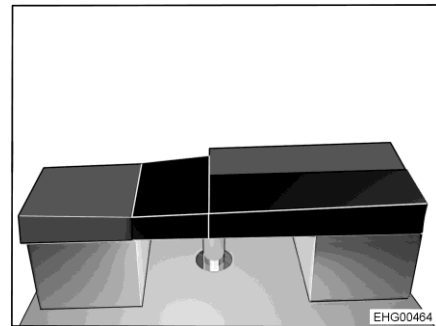

Fig. 167 Después de la transformación
- Colocar el cojín adicional rectangular en la mesa (véase Fig. 167).
- Colocar el cojín adicional oblicuo sobre el ensanchamiento de cama en forma de L (véase Fig. 167).